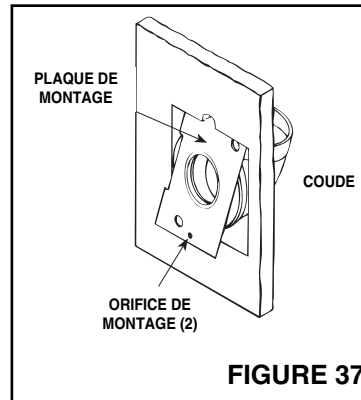

FIGURE 37
3. Voyez la Figure 37. Collez le coude à la plaque de montage, placez l'ensemble dans la découpe, et attachez le coude à la tuyauterie à l'intérieur du mur.